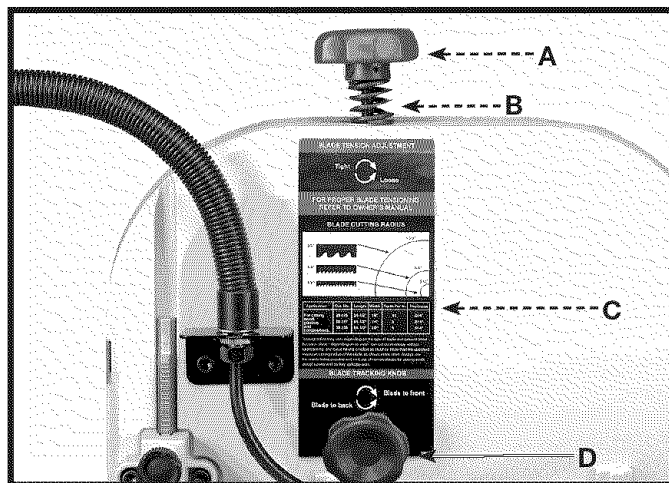
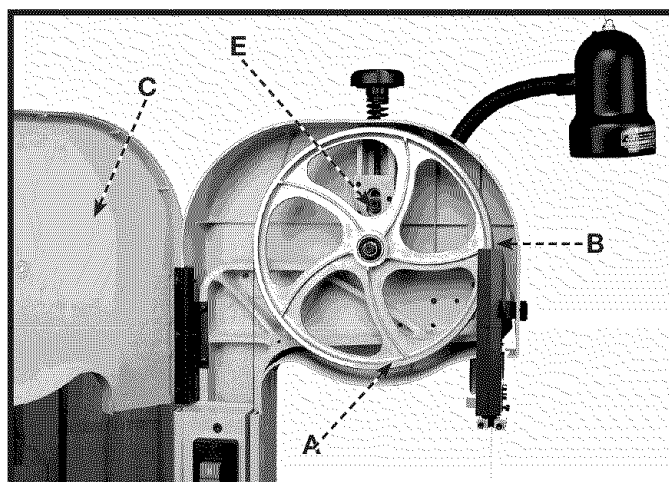
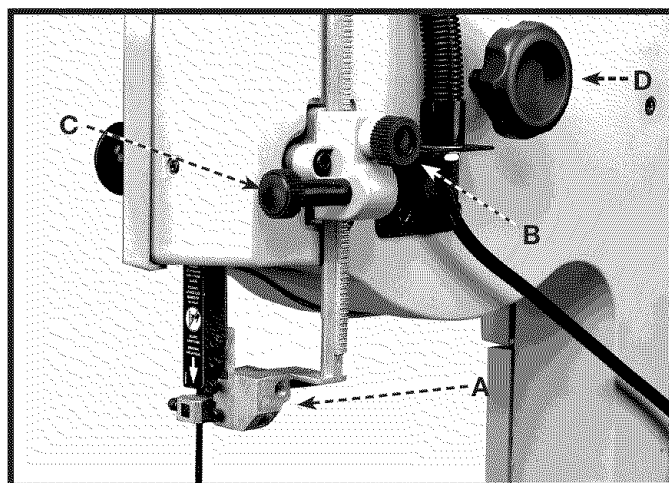

Fig. 24
Fig. 25
Fig. 26
1. Pour installer une lame particulière, desserrer la vis (E) fig. 25, avec la clé hexagonale de 5 mm fournie et tourner le bouton de tension (A) fig. 24, en sens horaire jusqu'à ce que le ressort (B) commence à se comprimer.
2. Tourner le bouton de réglage de la tension (A) fig. 24, 2 tours 1/2 supplémentaires pour les lames de 3,2 mm (1/8 po) de largeur, 3 tours pour celles de 6,4 mm (1/4 po) et 4 tours pour les lames de 9,5 mm (3/8 po). Serrer la vis (E) fig. 25.
3. Il existe un tableau (C) fig. 24, apposé à l'arrière de la scie à ruban. Ce tableau montre la taille de lame et le rayon minimum de la courbe qui peut être réalisée avec chaque taille de lame.
2. Ouvrir la porte montée sur charnières (C) fig. 25.
3. Tourner à la main la roue supérieure (A) fig. 25, en sens horaire et vérifier que la lame (B) tourne vraiment au centre approximatif des deux roues.
4. Si un réglage s'avère nécessaire, tourner le bouton d'alignement de la lame (D) fig. 24 et/ou fig. 26, en sens horaire pour déplacer la lame vers l'arrière et en sens antihoraire pour la déplacer vers l'avant. **REMARQUE :** tourner le bouton d'alignement de la lame (D) par petits intervalles pour ajuster la lame.
L'ensemble du guide de lame supérieure (A) fig. 26, doit toujours être réglé à 3,2 mm (1/8 po) maximum au-dessus de la surface supérieure de la pièce à couper ou aussi près que possible de cette surface. Desserrer le bouton (B), tourner le bouton (C) et positionner l'ensemble du guide (A) à la hauteur voulue. Puis serrer le bouton (B).